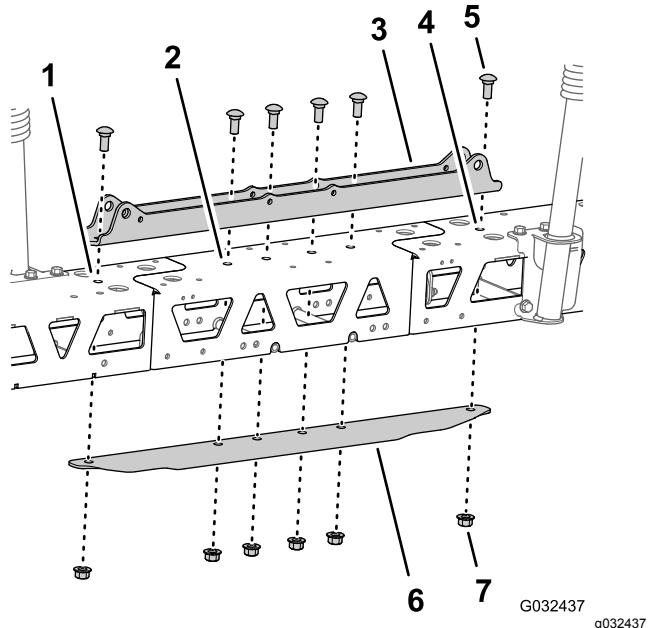

Figura 118
5. Alinee los orificios del soporte del cilindro con los orificios de la línea central del tramo de celosía central (Figura 118).
6. Introduzca el perfil de refuerzo en los tramos de celosía central y exteriores, y alinee los orificios del perfil con los orificios de la línea central del tramo de celosía central (Figura 118).
7. Ensamble el soporte del cilindro, los tramos de celosía, la extensión del brazo central y el perfil de refuerzo con los 2 pernos de cuello cuadrado ($\frac{1}{2}$ " x $1\frac{1}{4}$ ") y las 2 contratuerca con arandela prensada ($\frac{1}{2}$ ") que retiró en el paso 3 de Retirada de las boquillas de fumigación \(página 39\), y los 4 pernos de cuello cuadrado ($\frac{1}{2}$ " x $1\frac{1}{4}$ ") y 4 contratuerca con arandela prensada ($\frac{1}{2}$ ") del kit de acabado del sistema de fumigación GeoLink (Figura 118).